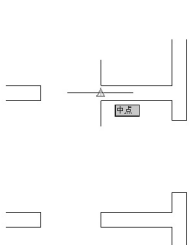
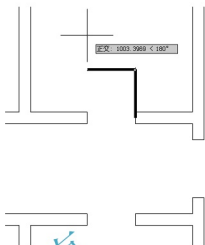

图 2.74 确定门扇的起点
图 2.75 绘制门扇
- (1) 在指定起点: 提示下, 捕捉门洞口右侧垂直线的中点作为起点, 如图 2.74 所示。
- (2) 在当前线宽为 0.0000, 指定下一个点或[圆弧(A)/半宽(H)/长度(L)/放弃(U)/宽度(W)]: 提示下, 输入“W”后按 Enter 键, 指定修改线宽。
- (3) 在指定起点宽度 <0.0000>: 提示下, 输入“50”。
- (4) 在指定端点宽度 <0.0000>: 提示下, 输入“50”, 表示将线宽改为 50mm。打开【正交】功能, 并将光标垂直向上拖动。
- (5) 在指定下一个点或 [圆弧(A)/半宽(H)/长度(L)/放弃(U)/宽度(W)]: 提示下, 输入“1000”后按 Enter 键。这样就绘制出线宽为 50mm、长度为 1000mm 的门扇, 如图 2.75 所示。
- (6) 在指定下一点或 [圆弧(A)/闭合(C)/半宽(H)/长度(L)/放弃(U)/宽度(W)]: 提示下, 输入“W”后按 Enter 键。
- (7) 在指定起点宽度 <0.0000>: 提示下, 输入“0”。
- (8) 在指定端点宽度 <0.0000>: 提示下, 输入“0”, 将线宽由 50mm 改为 0mm。
- (9) 在指定下一点或 [圆弧(A)/闭合(C)/半宽(H)/长度(L)/放弃(U)/宽度(W)]: 提示下, 输入“A”后按 Enter 键, 指定将要绘制圆弧。
- (10) 在指定圆弧的端点或[角度(A)/圆心(CE)/闭合(CL)/方向(D)/半宽(H)/直线(L)/半径(R)/第二个点(S)/放弃(U)/宽度(W)]: 提示下, 输入“Ce”后按 Enter 键, 表示用指定圆心的方式绘制圆弧。